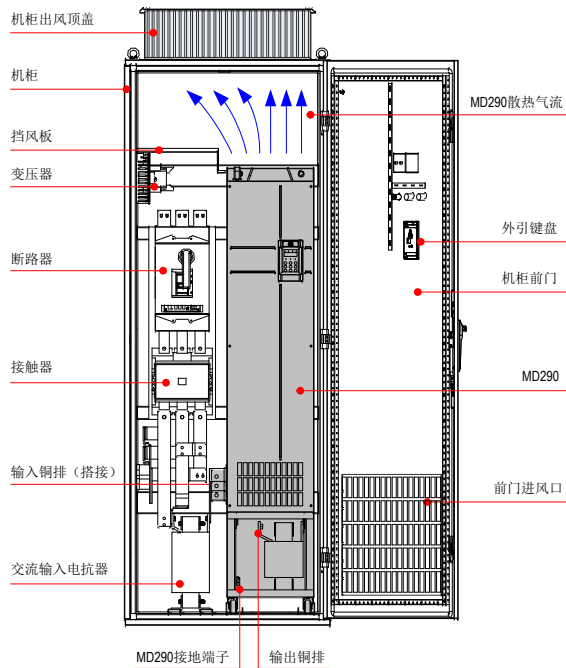

图 3-14 机柜布局推荐
- 在柜内安装时，请参照机柜布局示意图（如下图 3-14 所示），机柜框架为 2200*800*600（单位 mm，含 H200 机柜通风顶盖），为了确保机柜的安装，必须加上 H100 的机柜底座。要在柜内顶部安装挡风板，防止 MD290 散热气流在柜内循环，在柜门下部必须开进风通风孔；